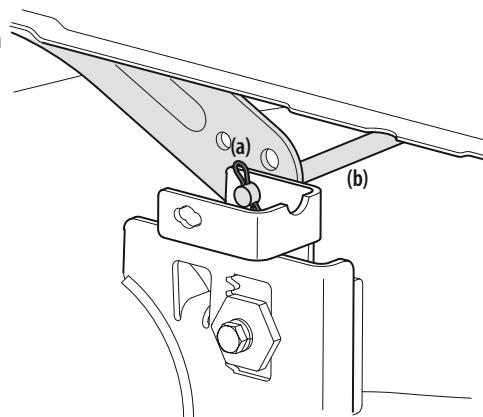

Figura 30
5. Mirando la plataforma de corte desde el lado izquierdo del tractor, ubique el pasador de chaveta (a) que sujeta la varilla de soporte de la plataforma (b) del lado posterior izquierdo de la plataforma. Consulte la Figura 30. Extraiga el pasador de chaveta (a) que sujeta la varilla de soporte de la plataforma (b), y con cuidado saque el soporte de la plataforma del brazo de elevación de la plataforma.